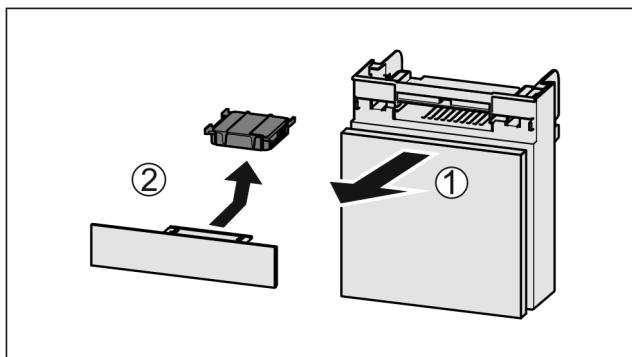

Fig. 62
- Extragăți Fig. 62 (1) compartimentul către înainte.
- Scoateți Fig. 62 (2) filtrul de cărbune activ.